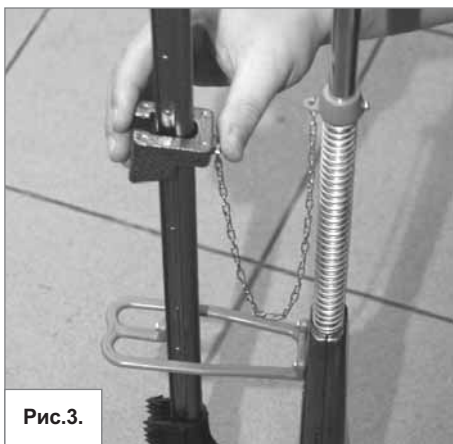

Рис.3.
2. Надеть на направляющую (3) грузик - прижимную шайбу (6). Рис. 3.